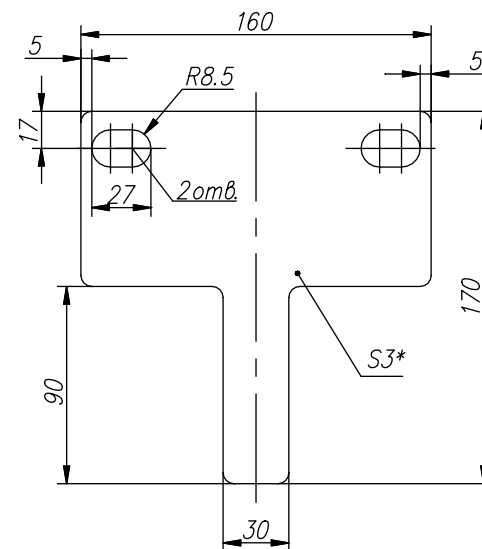

Рис. 10
5.2.2.2. При необходимости, закрепить на стойке ограничителя скорости кронштейн (см. рис. 10). Варианты установки датчика на «низкий» или «высокий» кронштейн ограничителя скорости показаны на рис. 7 и рис. 8.